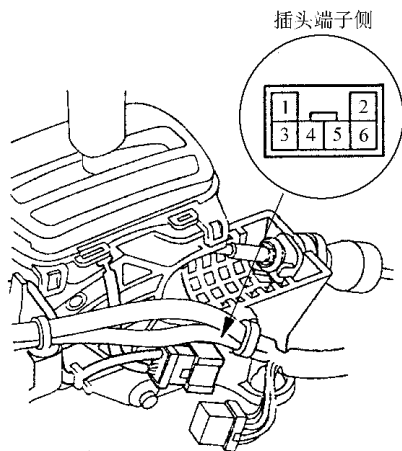

图 5-82 断开插接器
2) 如图5-82所示,从换档杆托架底座上拆卸换档锁电磁线圈/驻车销开关插接器,然后断开插接器。